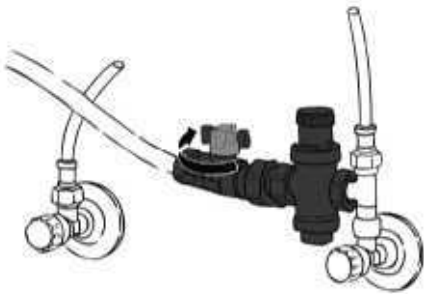

Abb. 3
2. Unterbrechen Sie die Wasserversorgung, indem Sie das Absperrventil am Wasserdruckminderer schließen (Abb. 3).